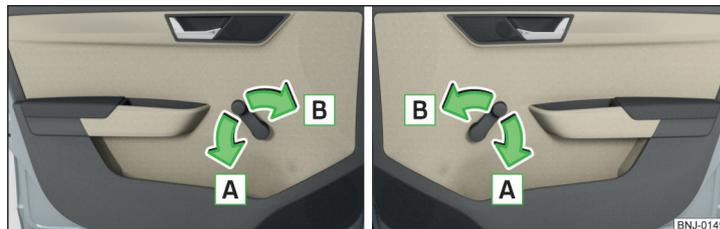

Fig. 38 Acionar os vidros: esquerdo/direito
- Para **abrir**, rodar a manivela no sentido da seta **A** » Fig. 38.